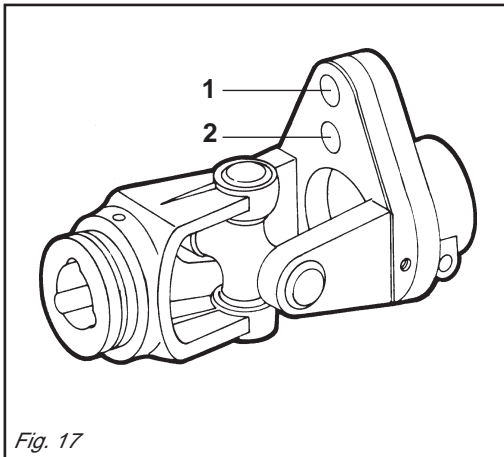

Fig. 17
Se la frizione non slitta, svitare uniformemente tutti i dadi (1 Fig. 17) che fissano le molle. Svitare un giro alla volta e verificare la frizione dopo circa 300 metri di lavoro. Se necessario ripetere l'operazione, sempre svitando un giro alla volta. Se la frizione mantiene durante il lavoro una temperatura di circa 40-50 gradi circa significa che è regolata in modo corretto. **Non serrare mai a fondo i dadi, poiché in tal modo si elimina la funzione delle molle e dunque della frizione a danno degli organi di trasmissione.**
If the clutch does not slip, evenly unscrew all the spring fixing nuts (1 Fig. 17).
Wenn die Kupplung nicht schlupft, alle Muttern (1 Abb. 17), die die Federn spannen, gleichmäßig lockern. Alle Muttern um eine Umdrehung losschrauben und die Kupplung nach 300 Metern Fahrstrecke prüfen. Den Vorgang falls erforderlich wiederholen, jeweils eine Umdrehung pro Versuch. Wenn die Kupplung während der Arbeit eine Temperatur von circa 40-50°C beibehält, ist sie richtig eingestellt. **Die Muttern nie ganz festziehen, weil dabei die Wirkung die Federn und damit der Kupplung aufgehoben würde, was sich schädlich auf die Getriebe-teile auswirken würde.**
*Si l'embrayage ne patine pas, dévissez de manière uniforme tous les écrous (1 Fig. 17) de fixation des ressorts. Dévissez d'un tour à la fois et vérifiez l'embrayage après environ 300 mètres de travail. Si nécessaire, répétez l'opération en dévissant toujours d'un tour à la fois. Quand l'embrayage maintient une température d'environ 40-50 degrés pendant le travail, cela signifie qu'il est réglé correctement. **Ne serrez jamais à fond les écrous car cela annule la fonction des ressorts et donc de l'embrayage au détriment des organes de transmission.***
Si el embrague no patina, aflojar uniformemente todas las tuercas (1 Fig. 17) que fijan el resorte. Aflojar una vuelta a la vez y controlar el embrague luego de 300 metros de trabajo. Si es necesario repetir la operación siempre aflojando un giro a la vez. Si el embrague mantiene durante el trabajo una temperatura de 40-50 grados significa que está regulado en modo correcto.
Qualora, in presenza di ostacoli particolarmente resistenti tale bullone si tranci, è necessario sostituirlo con uno nuovo di dimensioni e materiale uguali. Se tale bullone è inserito nel foro (2 Fig. 17) e si trancia ripetutamente, è consigliabile montarlo nel foro (1 Fig. 17).
If the bolt, inserted in hole (2 Fig. 17), shears repeatedly, then we recommend inserting it in the hole (1 Fig. 17).
Wenn sich bei besonders widerstandskräftigen Hindernissen diese Mutter-schraube durchtrennt, muß sie durch eine neue gleicher Maße und gleichen Materials ersetzt werden. Wenn diese Mutter-schraube in Öffnung (2 Fig. 17) eingefügt ist und sich wiederholt durchtrennt, raten wir sie in Öffnung (1 Fig. 17) zu montieren.
Si en présence d'obstacles particulièrement résistants ce boulon se casse, le remplacer par un boulon neuf aux mêmes dimensions et matériau. Si ce boulon est introduit dans le trou (2 Fig. 17) et se casse maintes fois, on conseille de le monter dans le trou (1 Fig. 17).
Si, debido a obstáculos sobremanera resistentes, se tronchara el perno, hace falta que se sustituya con otro nuevo que tenga dimensiones y materiales iguales. Si el perno está introducido en el agujero (2 Fig. 17) y se tronchara muchas veces, se aconseja montarlo en el agujero (1 Fig. 17).